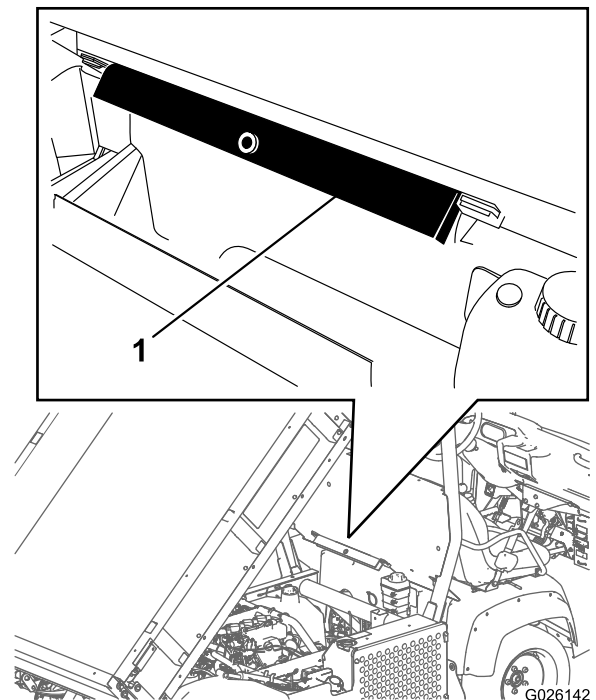

图21
2. 从 ROPS 面板背面的存放架上取下货斗支架（图 21）。